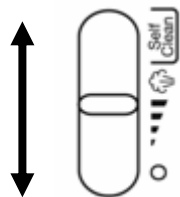

Fig. 3
- Gire el botón del vapor variable a la derecha para aumentar el vapor. (Fig. 3) Al usar más vapor, la plancha usa más agua y podría ser necesario rellenar más seguido el tanque de agua. Vea la página 14 para rellenar la plancha con agua.